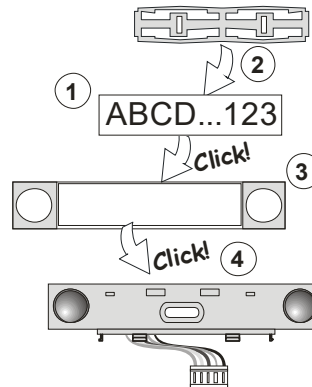

Figura 3: Inserção de uma etiqueta num segmento de controlo
- b. Ao inserir as pilhas, o botão de ativação iluminado em amarelo (3) ilumina-se permanentemente, o que indica que o módulo ainda não foi registado no sistema.
- d. Pressionar o botão de ativação iluminado (3) – o módulo é então inscrito e o indicador LED amarelo apaga-se (tal pode demorar alguns segundos). É possível também enviar um sinal de registo ao inserir as pilhas.
9. Ao terminai a instalação, inserir as etiquetas descritivas na parte traseira da tampa transparente do segmento e fechar – ver figura 3. A impressão de etiquetas é efetuada através do software F-Link **Dispositivos**, na posição do módulo – **Configurações internas**.